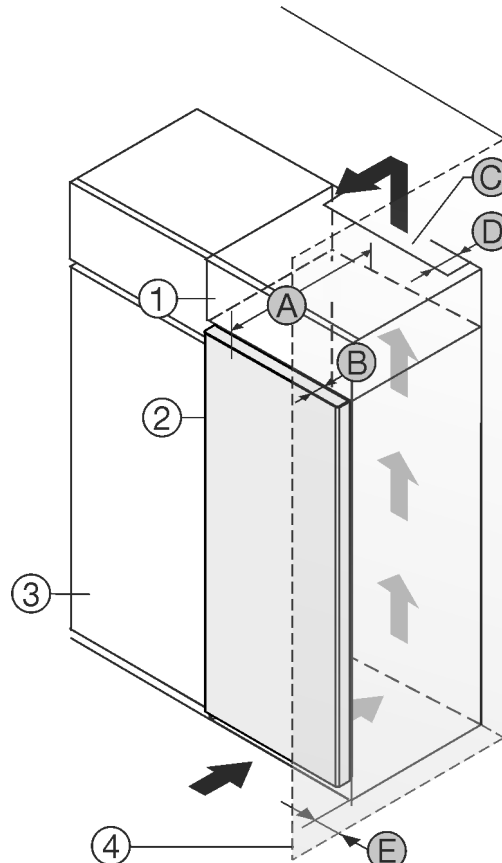

Fig. 1
Gerät direkt neben dem Küchenschrank Fig. 1 (3) aufstellen.
An der Rückseite des Aufsatzschranke muss ein Abluftschacht mit der Tiefe Fig. 1 (D) über die gesamte Aufsatzschrankbreite vorhanden sein.
Unter der Raumdecke muss der Entlüftungsquerschnitt Fig. 1 (C) eingehalten werden.
Wenn das Gerät mit den Scharnieren neben einer Wand Fig. 1 (4) aufgestellt wird, muss der Abstand zwischen Gerät und Wand mindestens 13 mm betragen.
Wenn das Gerät mit den Scharnieren neben einer Wand Fig. 1 (4) aufgestellt wird, muss der Abstand zwischen Gerät und Wand mindestens 20 mm betragen.
Um die Türe vollständig öffnen zu können, muss Gerät um die Türtiefe Fig. 1 (B) gegenüber der Küchenschrankfront vorstehen. Abhängig von der Tiefe der Küchenschränke Fig. 1 (3) und Verwendung von Wandabstandshaltern kann das Gerät weiter herausragen.